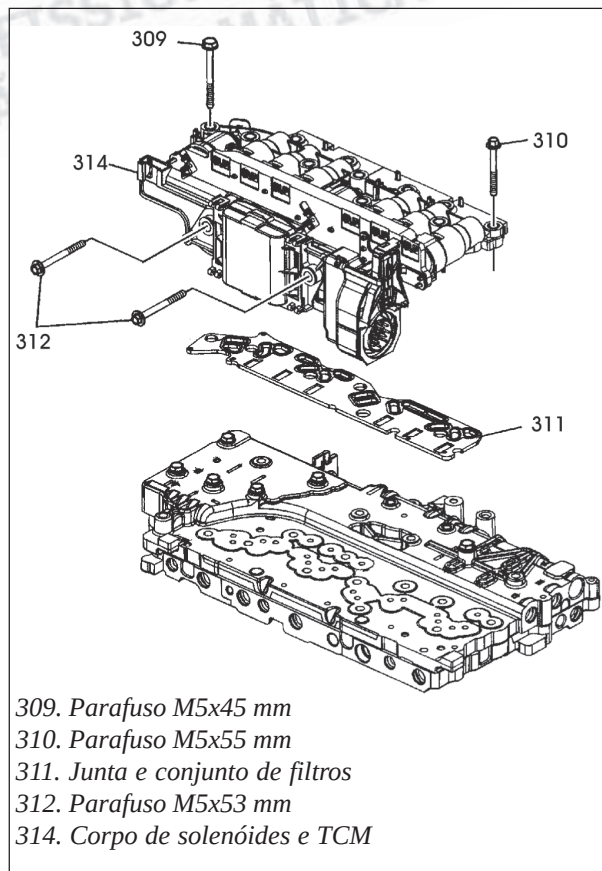

Figura 138
4. Remova os parafusos remanescentes que fixam o corpo de solenóides e TCM ao corpo de válvulas, conforme mostra a figura 138, e remova o corpo de solenóides e TCM.
5. Remova e descarte a junta e filtros, conforme mostra a figura 138.